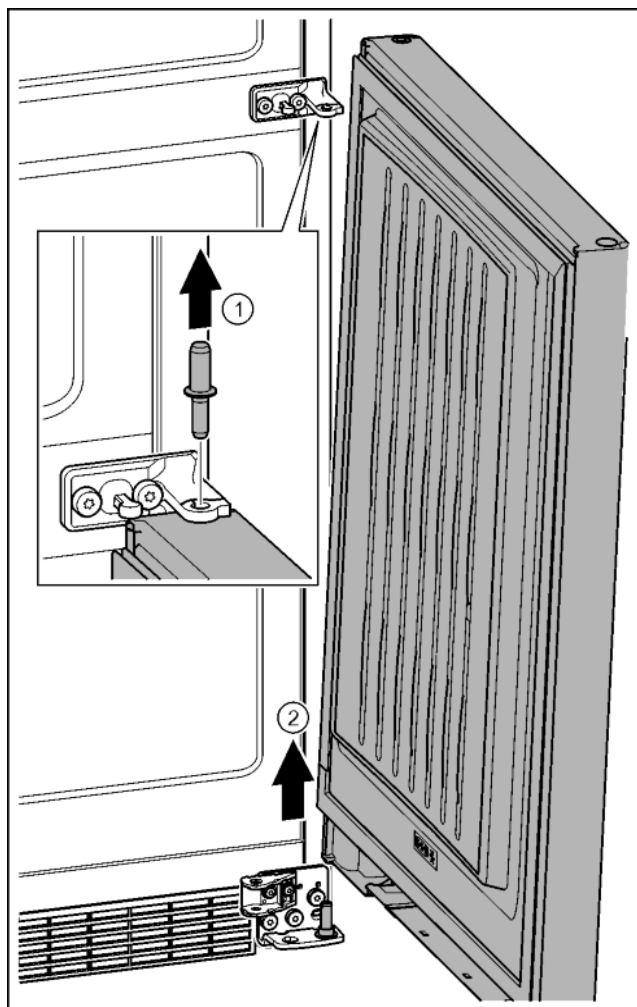

Fig. 27
- Извлечь пальцы движением вверх. Fig. 27 (1)
- Отклонить дверь, приподнять вверх и отставить в сторону. Fig. 27 (2)